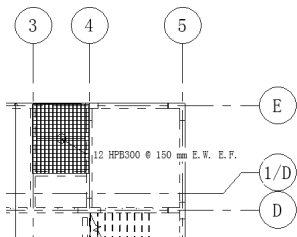

图 13-104 卫生间钢筋网 (2)
(7) 采用相同方法，在另外一个卫生间的楼板上创建相同参数的钢筋网片，如图 13-104 所示。